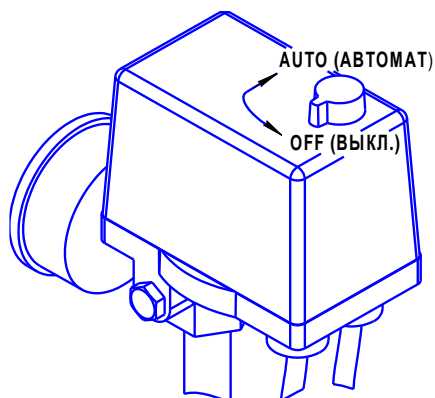

Рисунок 3
- 1 Проверьте, чтобы выключатель на прессостате находился в выключенном положении "OFF" (см. рисунок 3).
Для пуска компрессоров СБ4/С-50.LB30, СБ4/С-100.LB30, СБ4/С-100.LB30В после срабатывания защиты выполните следующие действия: после того, как двигатель остынет до допустимой температуры переключите выключатель на прессостате в положение "OFF" (см. рисунок 3), а затем включите компрессор переключив выключатель в положение "АУТО".